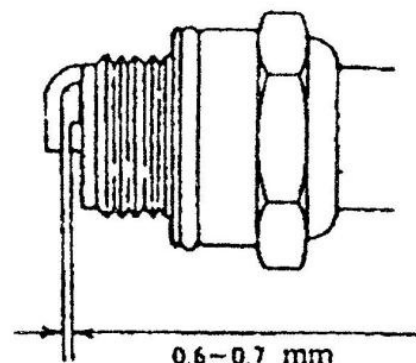

Fig. 16
- (1) Po codziennej pracy umyj filtr powietrza, bo jeśli chemikalia przylepią się do gąbki zmniejszy się moc silnika. Zwracaj na to szczególną uwagę!
- (2) Po umyciu gąbki benzyną należy nałożyć ją z powrotem.
- (3) Prawidłowa szczelina między elektrodami świecy powinna wynosić 0.6-0.7mm, sprawdzaj ją często, jeśli jest zbyt duża lub zbyt mała, popraw – jak pokazano na rys.16.
- (4) Świeca zapłonowa pasująca do tego urządzenia ma symbol 4106J. Nie używaj innych modeli. Jeśli trzeba wymienić świecę można ją kupić w serwisie urządzeń ogrodniczych czy też sklepie ze sprzętem rolniczym lub ogrodniczym.